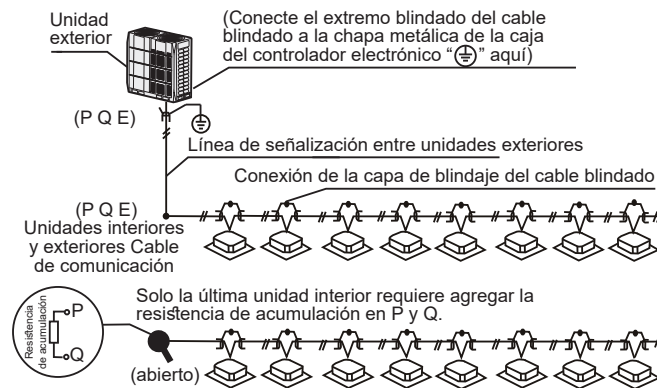

Figura 39
- El cableado de comunicación entre la unidad interior y la exterior debe conectar una unidad tras otra en una conexión en cadena de la unidad exterior a la unidad interior final, y la capa de blindaje debe estar conectada a tierra correctamente, y se debe agregar una resistencia integrada a la última unidad interior para mejorar la estabilidad del sistema de comunicación (vea la Figura 39).